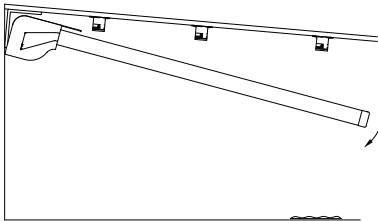

Abb. 17: Einclipsen der Führungsschienen
- » Heben Sie beide Führungsschienen gleichmäßig an und drücken diese in die schon montierten Führungsschienenhalter. Benutzen Sie gegebenenfalls standfeste Leitern dazu (Abb. 17). Bei Laibungsmontage mit einem Tuchstützdraht, muss die eingeschobene Gewindeplatte zur Befestigung des Tuchstützdrahtalters, in der Nähe eines mittigen Schienenhalters positioniert werden.